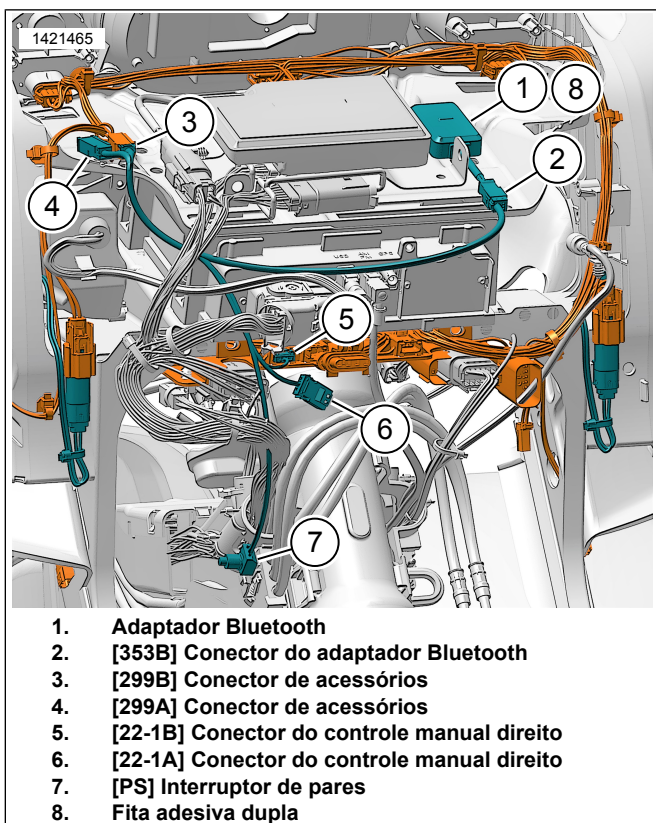

Figura 14. Chicote de fios do dongle Bluetooth da carenagem montada no garfo (2014-2016)
1. Veja a figura 14. Instale e direcione o chicote de fios do adaptador Bluetooth por baixo da carenagem.